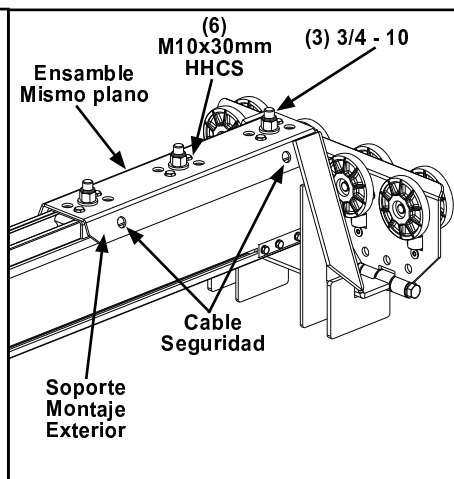

Figura 3-98
- Paso 7. Asegure que placa de presión ensamble en riel al apretar seis (6) M10 x 30 mm HHCS arriba del riel. Apriete los tornillos hasta que las arandelas de presión queden planas. No apretar de más. Ver Figura 3-98.
- Paso 8. Instale tres (3) 3/4 tuercas nylock en los 3 tornillos de parte superior del Carro Final. Apriete las tuercas nylock hasta que **asienten**, verifique que los tornillos no giran con la mano, No apriete de más los tornillos.